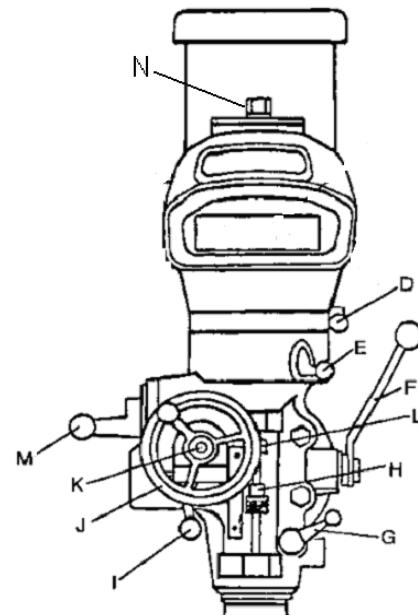

Рис.5
(A) Сначала выберите ступень передачи Быстро/0/медленно (D, рис. 5).
Используя тормоз шпинделя (С, рис. 5) ослабьте зажимную тягу с помощью ключа. Выкрутите зажимную тягу на 2, максимум на 3 оборота.